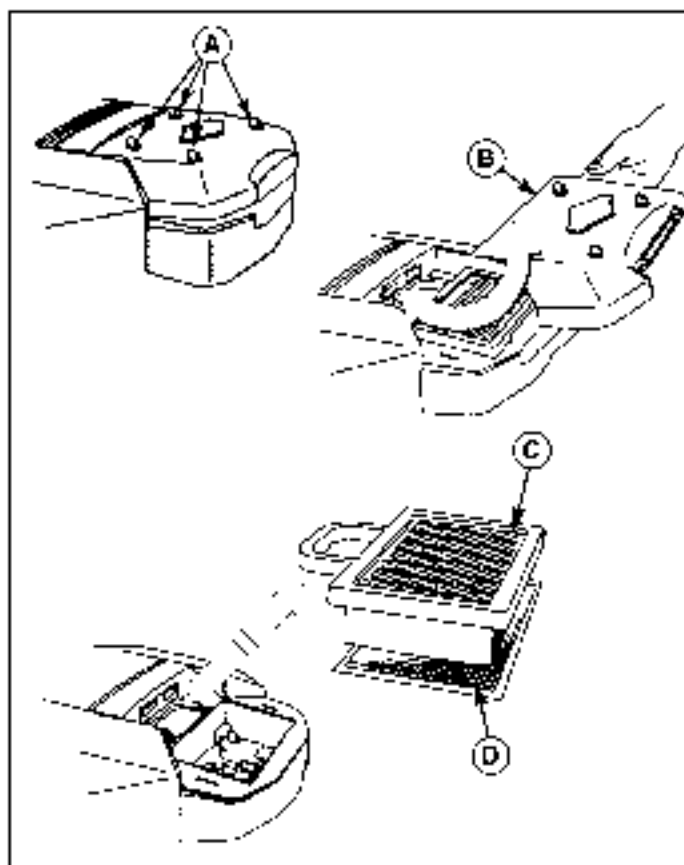

Figura 19. Conjunto del filtro de aire
1. Desatorille las cuatro perillas (A, Figura 19) girándolas en el sentido contrario al de las agujas del reloj.